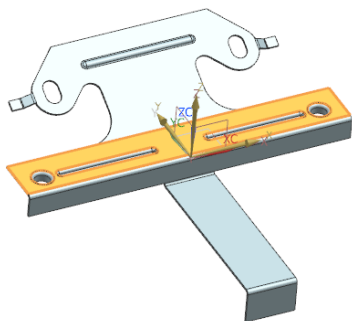
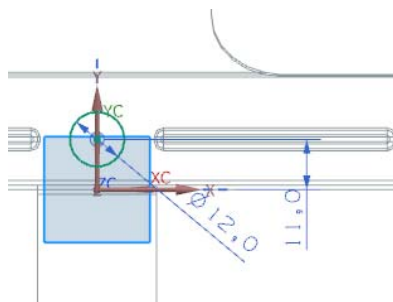
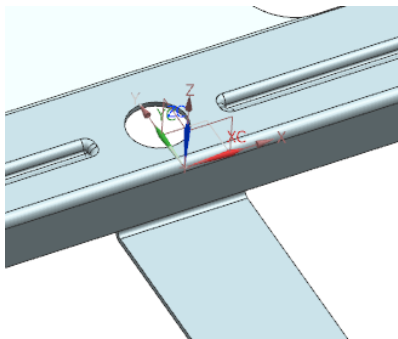

图 4-151 选择草图绘制面
图 4-152 绘制草图
图 4-153 创建孔
(1) 选择“菜单(M)”→“插入(S)”→“切割(T)”→“拉伸(E)...”，或者单击“主页”选项卡“特征”面板上“更多”库下的“拉伸”按钮，打开“拉伸”对话框。
(2) 单击“绘制截面”按钮，打开“创建草图”对话框，选择如图 4-151 所示平面为草图绘制面，设置“水平”面为参考平面，单击“确定”按钮，进入草图绘制环境，绘制如图 4-152 所示的草图。
(3) 选择创建草图，并在对话框中设置限制项中的开始距离为 0，结束距离为-2，在布尔下拉列表中选择“求差”。
(4) 单击“确定”按钮，拉伸后的视图如图 4-153 所示。